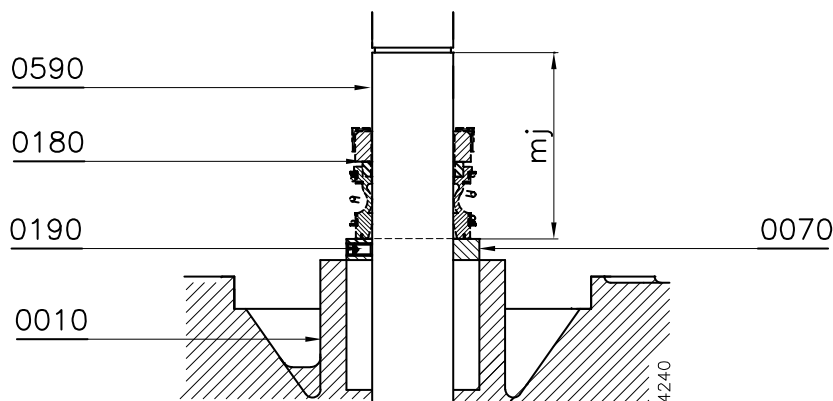

Bild 8: Justering av mekanisk tätning.
- 1 Montera justeringen (0070) och lås denna med ställskruven (0190) (MCVS 20: (0210)). För rätt avstånd **mj**, se värdena i nedanstående tabell och bild 8.